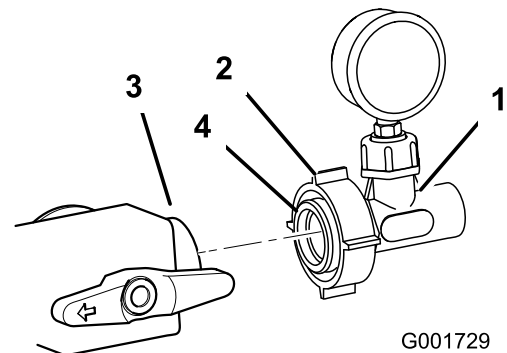

Bild 16
16. Schmieren Sie den O-Ringe im Adapter einem Schmiermittel ein, das nicht auf Petroleum basiert, z. B. Pflanzenöl (Bild 16).
17. Befestigen Sie das Druckmanometer an der nach vorne zeigenden Öffnung im vorher eingesetzten Steuerventil (Bild 16). Ziehen Sie die Kunststoffmutter an, um die Teile am Ventil zu befestigen.